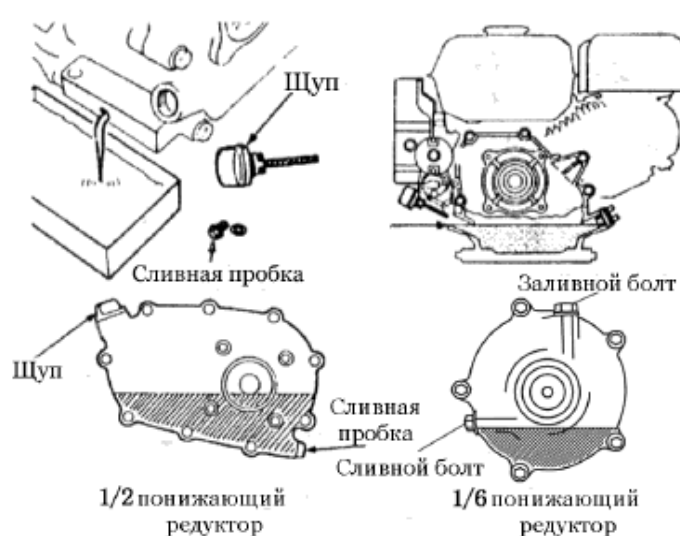

рис.22
- а) Открутите щуп масляного картера и сливную пробку, слейте масло. Вновь установите сливную пробку и туго ее затяните. (Рис. 22);